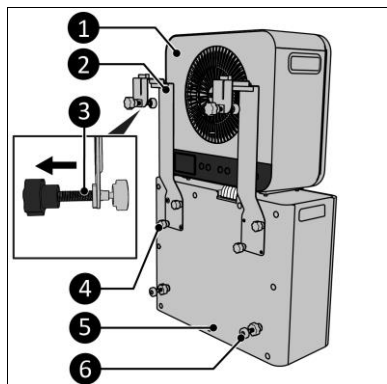

Abbildung 7
2. Platzieren Sie das Innengerät (Abbildung 7, Pos. 1) locker auf dem Außengerät (Abbildung 7, Pos. 5).
3. Entfernen Sie die vier Schraubkappen (Abbildung 7, Pos. 4).
4. Befestigen Sie die beiden unteren Caravan-Halterungen (Abbildung 7, Pos. 2) an der Außeneinheit, indem Sie zwei Schrauben pro Halterung festziehen (Abbildung 7, Pos. 4).
5. Achten Sie darauf, die Einstellschrauben (Abbildung 7, Pos. 3) so weit wie möglich herauszudrehen.
6. Befestigen Sie die Abstandshalter (Abbildung 7, Pos. 6) an der Außeneinheit (Abbildung 7, Pos. 5).
14. Stellen Sie sicher, dass das Außengerät waagrecht steht, indem Sie die Abstandsschrauben (Abbildung 7, Pos. 6) einstellen.